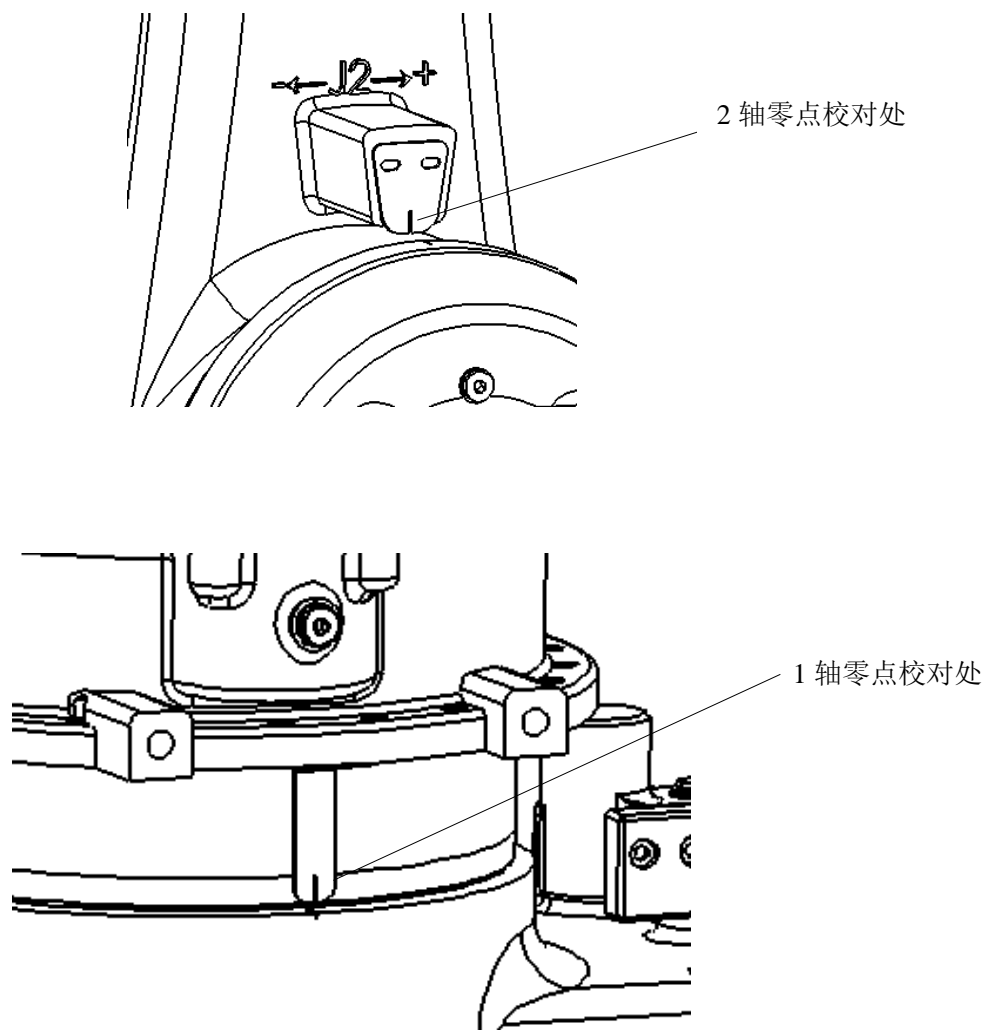

图 4.4 各轴零点校对位置
- 3) 移去手腕连接体 (J6 轴) 润滑油供排口的内六角螺塞 M10*1, 见图 4.4。
机器人各轴零标校对位置如图 4.4 所示